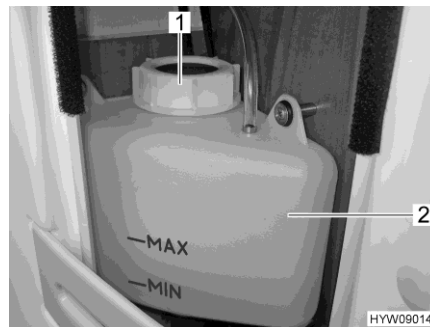

Fig. 179 Riga "MIN/MAX"
- Controllare se il livello del liquido nel vaso d'espansione (Fig. 179,2) è tra le righe del "MIN" e del "MAX".
- Aprire il coperchio (Fig. 179,1) del vaso d'espansione.